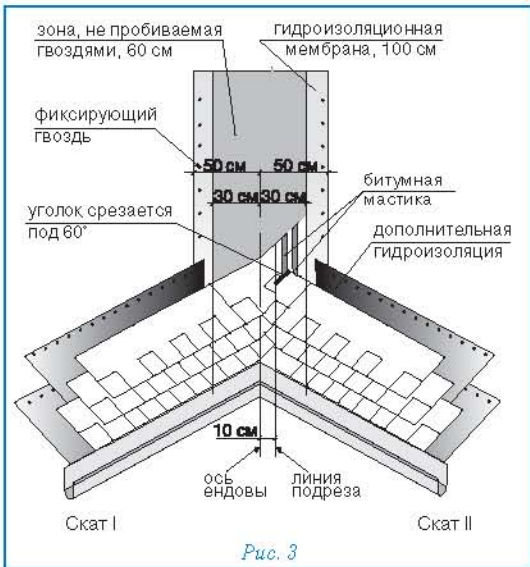

Рис. 3
Ендова (рис. 3)
- Укладка начинается со ската (II) вдоль оси ендовы на расстоянии 30 см от нее отбивается линия;
- лист, подходящий к ендове со ската II, должен доходить до линии подрезки и обрезаться по ней. Верхний уголок обрезанного края листа подрезается под углом 60° (5 × 3 см — рис. 3);